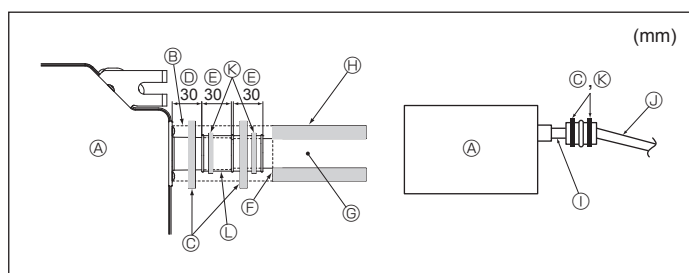

Fig. 6-2
1. Collegare il manicotto di drenaggio (fornito con l'unità) all'apertura di drenaggio. (Fig. 6-2)